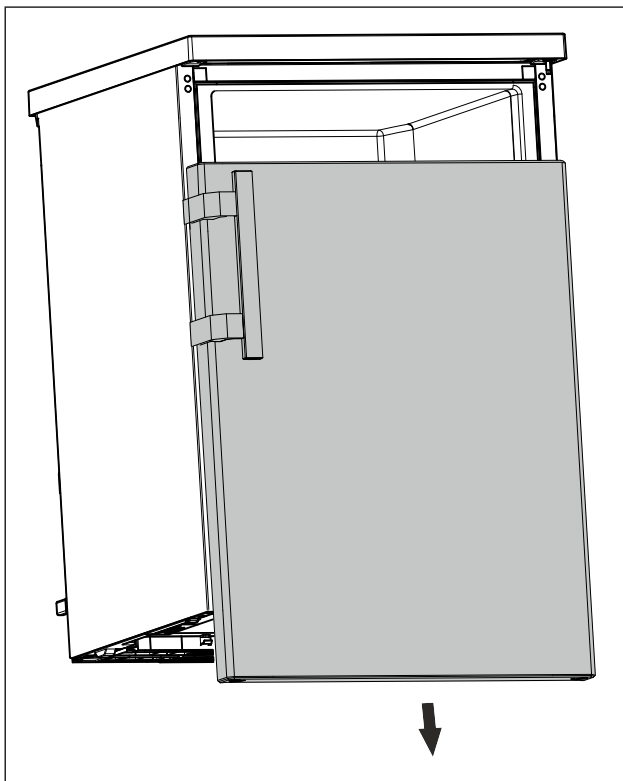

Fig. 8
- Ta av dörr neråt. (se Fig. 8)